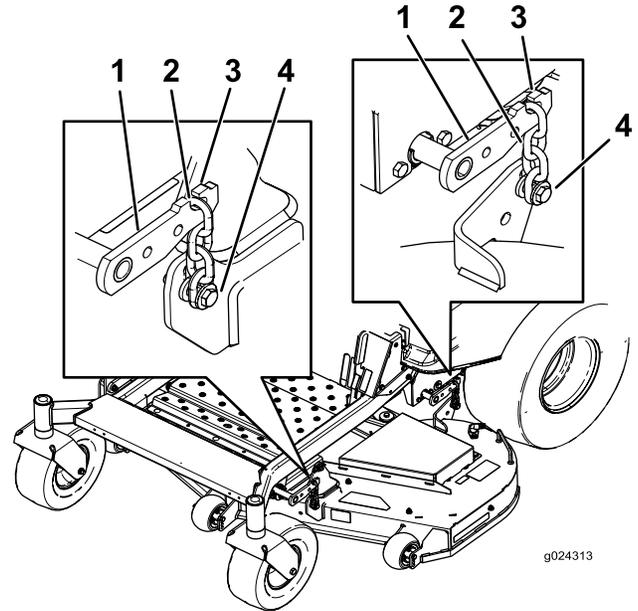

Figura 65
- Afloje los pernos de ajuste en las cuatro esquinas, hasta que la carcasa quede bien asentada sobre los cuatro bloques (**Figura 65**).
- Asegúrese de que las cuatro cadenas están tensadas (**Figura 65**).
- Apriete los cuatro pernos de ajuste (**Figura 65**).